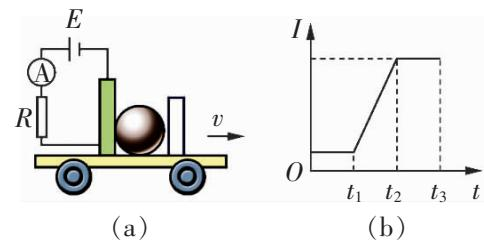

图 3-1
1. 压敏电阻的阻值随所受压力的增大而减小. 某同学利用压敏电阻设计了判断小车运动状态的装置, 其工作原理如图 3-1 (a) 所示. 将压敏电阻和一块挡板固定在绝缘小车上, 中间放置一个绝缘重球, 小车向右做直线运动过程中, 电流表的示数如图 3-1 (b) 所示. 下列判断中, 正确的是 () .